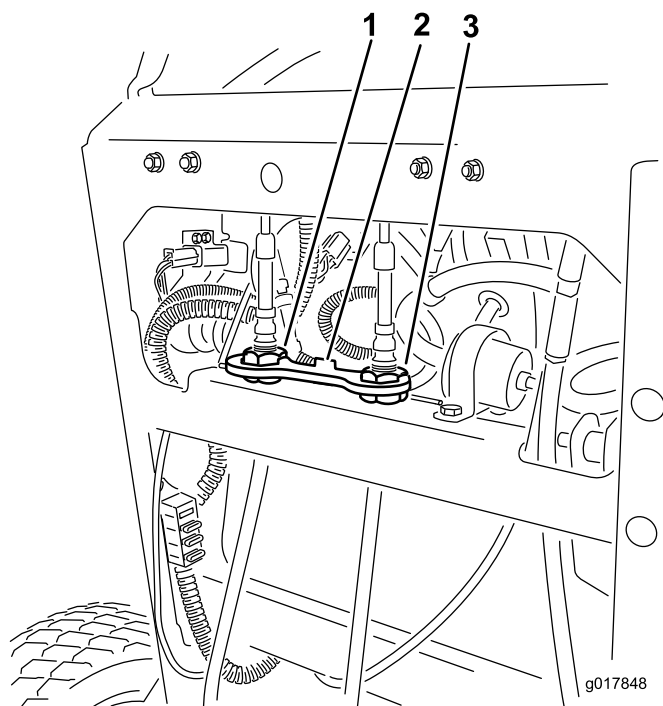

Figura 56
4. Levante y retire la pletina de bloqueo que sujeta las tuercas de ajuste de los cables (Figura 56).
5. Gire la rueda de ajuste del cable derecho hasta que la palanca de control de movimiento derecha quede posicionado en el centro de la ranura de bloqueo/punto muerto del panel de control (Figura 56).
10. Instale la pletina de bloqueo sobre las tuercas de ajuste de los cables para afianzar el ajuste (Figura 56).